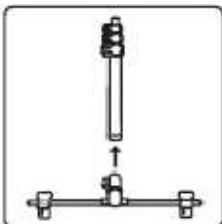

fig.3
1. Insérez la tige dans le trou du tendeur de pantalon. (fig.3).